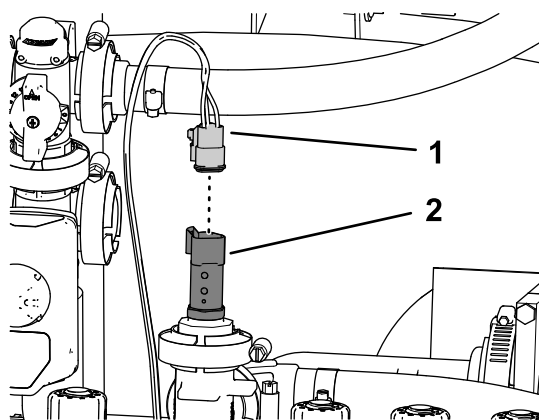

Figure 132
1. Branchez le connecteur à 3 douilles de la branche de 61 cm du faisceau du kit étiquetée PRESSURE TRANSDUCER GREEN WEDGE au connecteur à 3 broches du transducteur de pression (Figure 132).